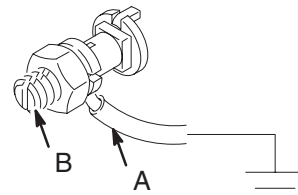

Fig. 1
Para conectar a tierra el agitador, conecte el extremo del cable de conexión a tierra (A) al conector de tierra (B) del borde de la tapa del tanque. Vea la Fig. 1. Conecte el otro extremo del cable de conexión a tierra a una tierra verdadera.